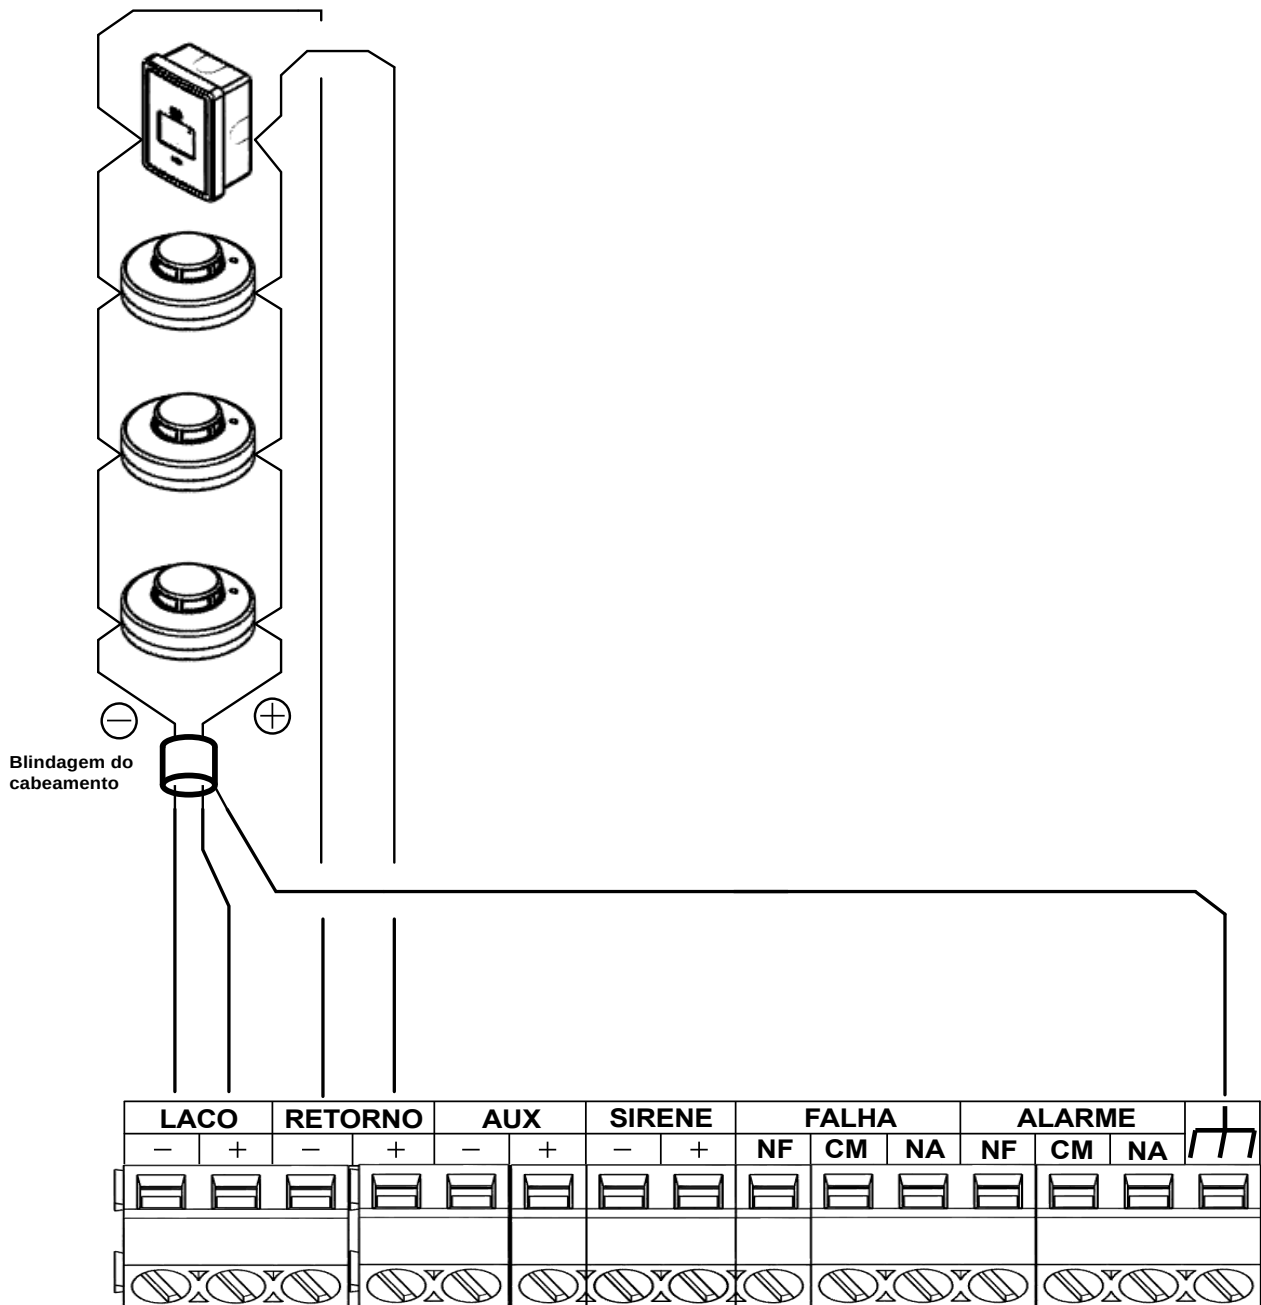

Figura 15: Conexão do laço em classe A
1. Conecte o dispositivo a ser cadastrado, conforme o esquema ilustrado na Figura 15: Conexão do laço em classe A. O LED do dispositivo piscará rapidamente indicando que o dispositivo está desconectado.